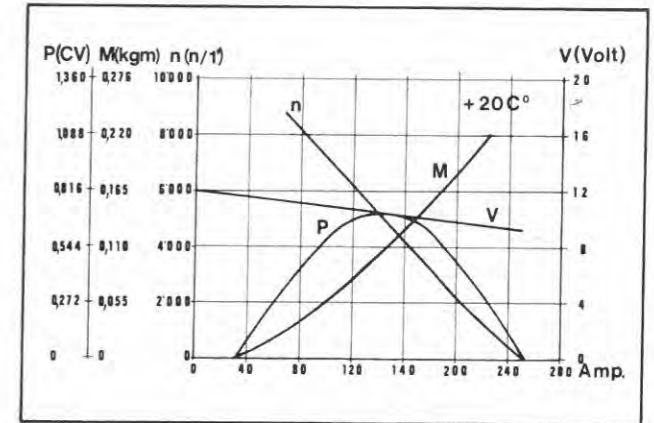

Fig. 58
Die Abbildung 58 zeigt die Werte der Leistung (P), den Anwerfdrehmoment (M), die Drehzahl (n/l') und die Spannung zwischen den Anschlußklemmen des Anlassmotors als Funktion der Stromabnahme (Amp) bei einer äußeren Temperatur von 20°C. Bei Reparaturen oder Überholungen wende man sich an Elektrofachwerkstätten: